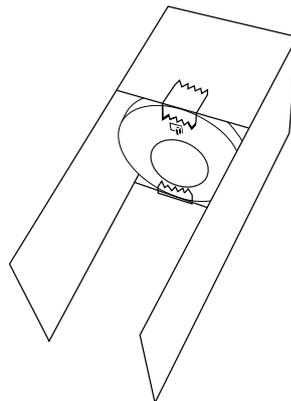
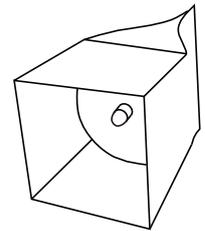

図11 光源用の筒にLED光源を固定
図12 光源用の筒の端を両面テープで貼り合わせる
5) 筒を作ったら、LED光源を図11のように入れて、セロハンテープで固定します。LEDが箱の開いた口の方に向くようにしてください(図12)。
6) 最後に両面テープで2つのスリッパを貼り合わせて、手でつかむ部分を作ります(図12)。